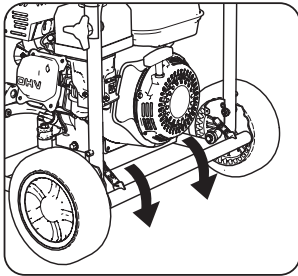

Fig. 7
- Bloccare le ruote di trasporto tramite l'apposito freno. (Fig. 7)